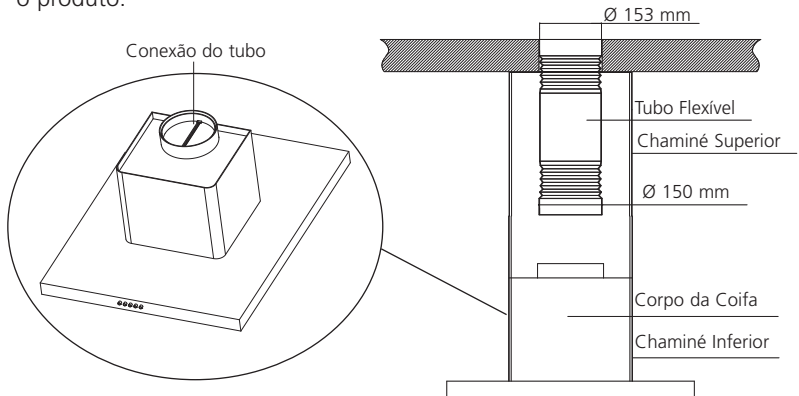

Fig. 7
- Encaixar o tubo flexível na flange [Ø150 mm do tubo], pressionar até o seu perfeito encaixe [Fig. 7], após colocar a abraçadeira de nylon que acompanha o produto.